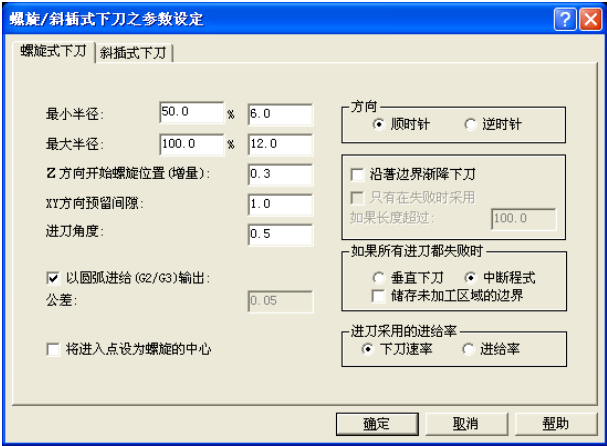

图 1-29 螺旋式下刀
5) 单击“螺旋式下刀”选项卡，输入 Z 方向开始螺旋位置（增量）：0.3、XY 方向预留间隙：1.0、进刀角度：0.5，如果所有进刀都失败时，点选“中断程式”，其余默认，单击“确定”退出，如图 1-29 所示。